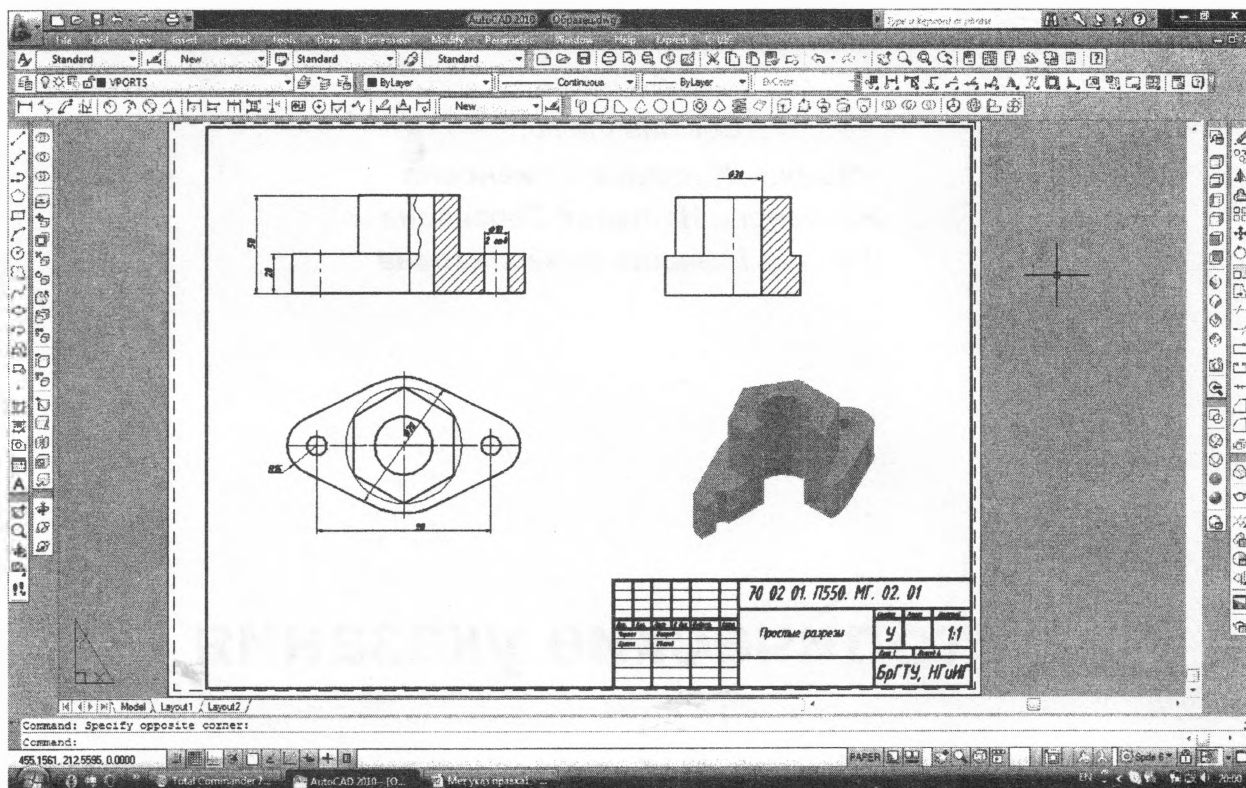

Рисунок 10.18
10.14. На последнем этапе в окне **Layer Properties Manager** отключаем видимость слоя **VPORTS**, который отображает рамки видовых экранов (рис. 10.18).